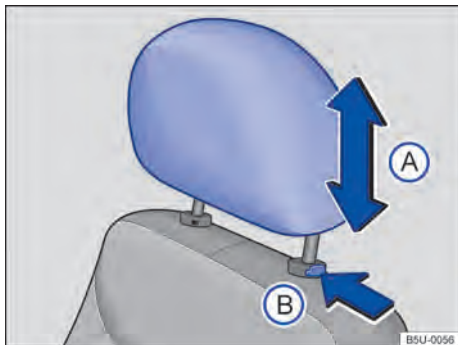
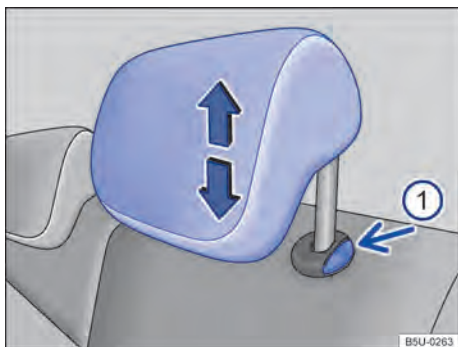

Fig. 59 Apoio para cabeça dianteiro: ajustar, desinstalar e instalar.
Fig. 60 Apoio para cabeça traseiros: ajustar, desinstalar e instalar.
- Empurrar o apoio para cabeça para cima ou para baixo na direção da seta → Fig. 59 (A) → ⚠️ em *Introdução ao tema* na página 70.
- Deslocar o apoio para cabeça para cima ou para baixo na direção da seta com o botão → Fig. 60 ❶ pressionado → ⚠️ em *Introdução ao tema* na página 70.
- Pressionar o botão → Fig. 59 (A) ou → Fig. 60 ❶ no sentido da seta. Retirar o apoio para cabeça com a trela pressionada.
- Empurrar o apoio para a cabeça totalmente para baixo com o botão → Fig. 59 (A) pressionado.
- Empurrar o apoio para cabeça para baixo com o botão → Fig. 60 ① pressionado.